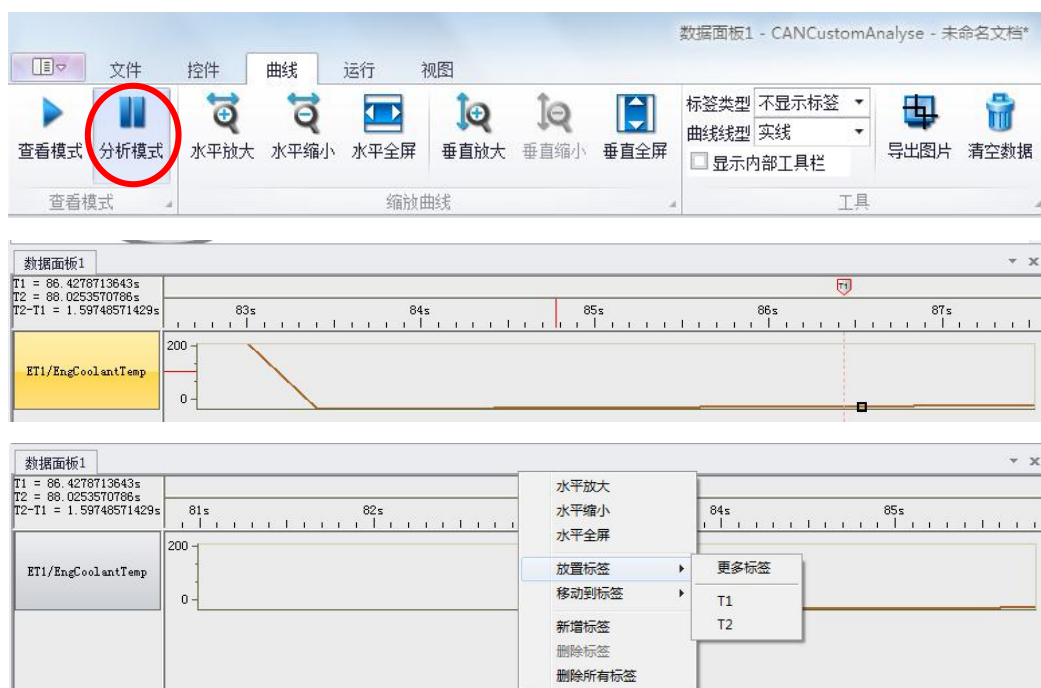

图 8.195 历史趋势分析
(2) 点击数据面板中某个变量, 然后点击曲线菜单中的分析模式, 可以对这个变量的历史趋势进行查看和测量分析, 通过鼠标左键可以左右移动历史趋势图。如图 8.195 所示。